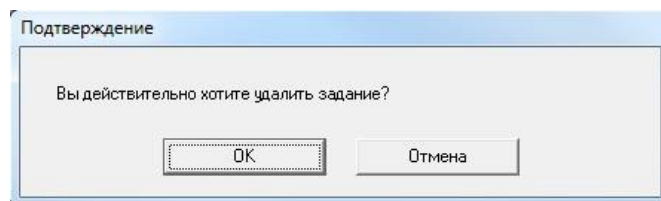

Рисунок 125 – Предупреждение Программы
- 2) Нажать кнопку . Программа сформирует предупреждение о выполнении операции удаления (см. Рисунок 125).